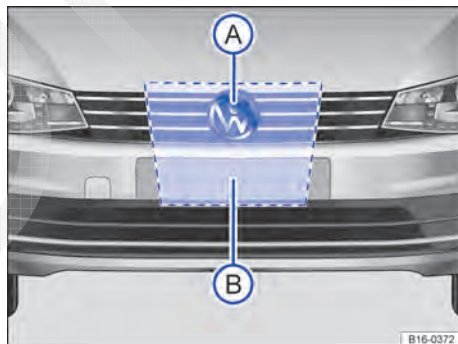

Fig. 166 Na grade do radiador, atrás do logotipo da Volkswagen: sensor do radar (A) e área que deve ser mantida livre em volta do sensor do radar (B).
Para a captação da situação do trânsito está instalado um sensor do radar → Fig. 166 (A) na grade do radiador atrás do logotipo da Volkswagen.
A área frontal e ao redor do sensor do radar → Fig. 166 ❷ não deve ser coberta por etiquetas adesivas, faróis extras, moldura decorativa das placas de licença ou coisas semelhantes, porque isso pode comprometer a função do ACC.